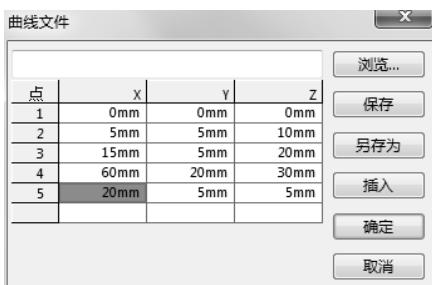

图 6-18 通过 XYZ 点的曲线文件设置
- [2] 设置通过 XYZ 点的曲线文件，双击 X、Y 和 Z 坐标列中的单元格，并在每个单元格中输入一个点坐标，生成一套新的坐标，如图 6-18 所示。